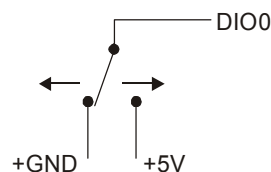

Abb. 3-8 Verbindung mit dem digitalen Eingang DIO0 zur Erkennung des Schalterzustandes
Sie können die digitalen E/A-Anschlüsse verwenden, um den Zustand (TTL-Pegel) am Eingang zu erkennen. Wenn Sie gemäß Abb. 3-8 den Schalter auf den +5 V stellen, wird von DIO0 der Wert *TRUE* (1) gelesen. Wenn Sie den Schalter auf GND (Masse) stellen, wird von DIO0 *FALSE* (0) gelesen.